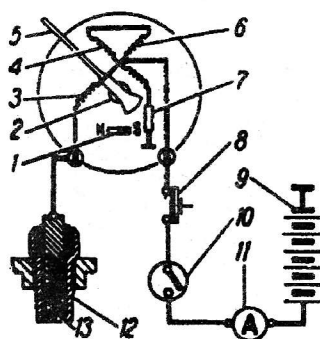

Рис. 289. Указатель температуры охлаждающей жидкости:
**Указатель температуры охлаждающей жидкости** — магнитоэлектрический, логометрического типа (рис. 289). Прибор состоит из датчика ТМ-100, установленного в головке блока цилиндров, и указателя, расположенного на щитке приборов.